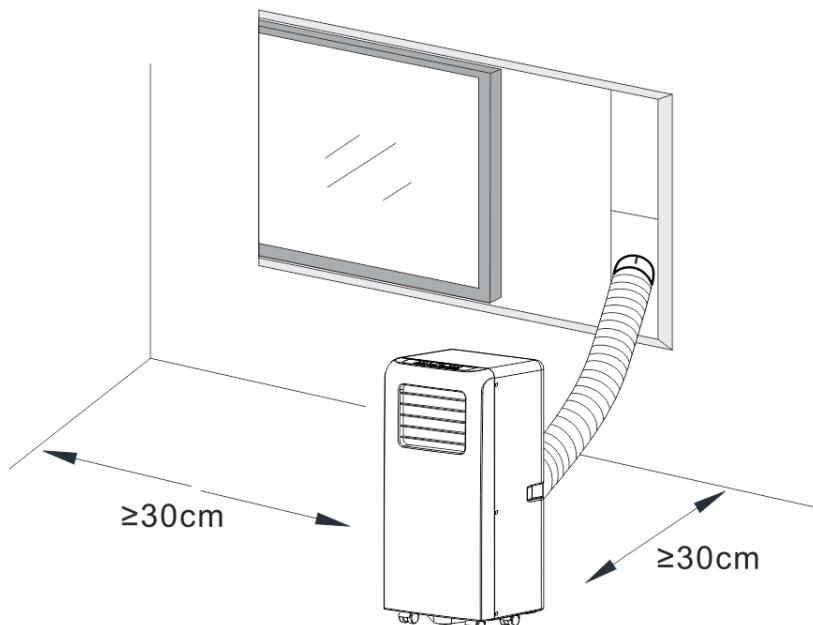

Fig. 3
- Een verwijderings-airconditioner moet rondom op een vlakke en lege plaats worden geïnstalleerd. Blokkeer de luchtauilat niet en de vereiste afstand moet minimaal 30 cm zijn. (Zie Fig. 3)